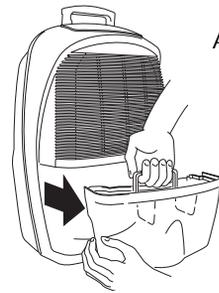

Abb. 2
- 3) Die Laufrollen anbringen, indem Sie die an den Rollen befindlichen Zapfen in die Öffnungen stecken (siehe Abbildung 2/2)
Das Kondenswasser kann direkt in den Tank im Innern des Geräts fließen (Abb. 2).
Der Tank kann einfach ausgebaut werden und hat einen Griff, der die Beförderung und das Entleeren vereinfacht (Abb. 2).